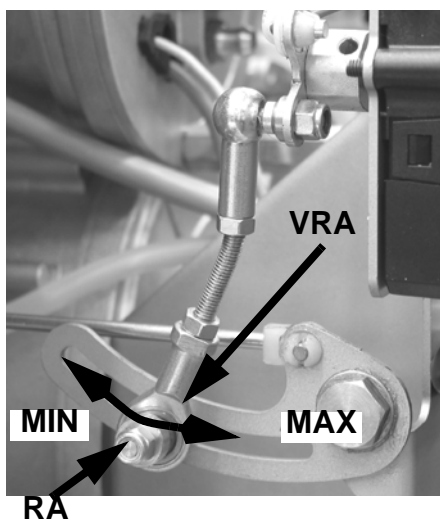

Рис. 14
- 13 Регулирование расхода воздуха горения осуществляется с помощью сервопривода. Сервопривод должен быть всегда повернут на 90° (см. следующий параграф), при любой настройке большого и малого пламени. Открытие воздушной заслонки регулируется с помощью кулачка с прорезью на Рис. 14. Для того, чтобы отрегулировать расход воздуха, необходимо расслабить гайку **RA** (Рис. 14) и двигать рычажок **VRA** вдоль прорези, как указано, для увеличения или уменьшения расхода воздуха, пока не получите необходимый расход, затем заблокировать гайку **RA** в соответствующем положении.